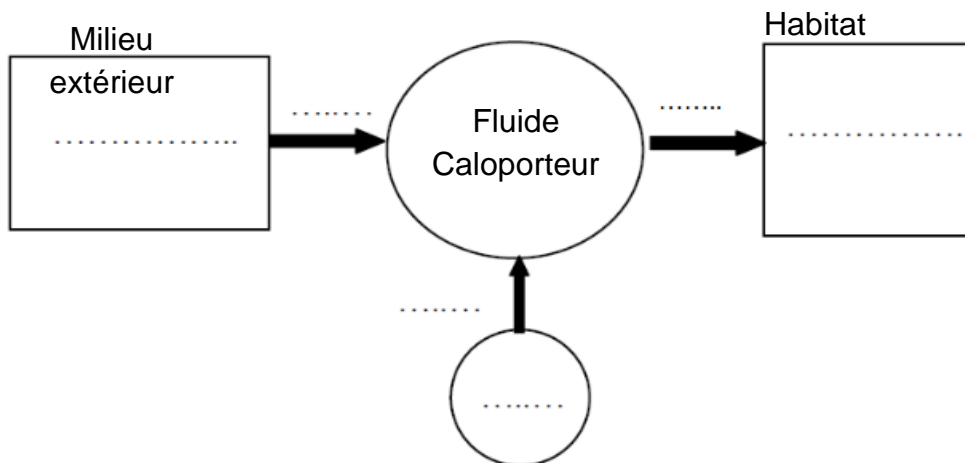

Figure 2. Schéma de la chaîne énergétique d'une pompe à chaleur.
1. Q_F , Q_C et W_e sont les deux transferts thermiques et le travail algébriquement reçu par le fluide caloporteur, respectivement de l'air extérieur, du logement à chauffer et du réseau électrique. Recopier sur la copie le schéma de la chaîne énergétique d'une pompe à chaleur (figure 2) et le compléter avec les termes suivants : source froide, source chaude, réseau électrique, Q_F , Q_C , et W_e .